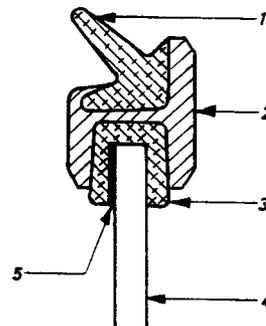
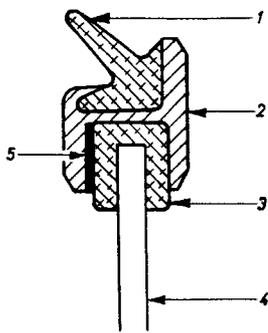

Bild 80 - Seitenspiel (quer zur Fahrtrichtung) beseitigen – Ausgleichstück liegt zwischen Fensterführung und Glasscheibe
Bild 81 - Seitenspiel (quer zur Fahrtrichtung) beseitigen – Ausgleichstück liegt zwischen Fensterführung und Fensterrahmen
a) Bei völlig nach unten gekurbeltem Fallfenster Ausgleichstück – **nicht** mit Gummikleber bestrichen – zunächst von oben nach unten in Fensterführung einschieben, entweder zwischen Fensterführung und Glasscheibe (Bild 80) oder zwischen Fensterführung und Fensterrahmen (Bild 81).